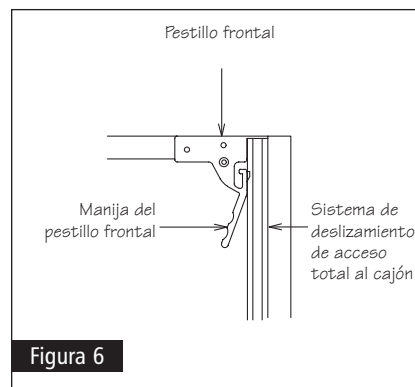

Figura 6
- Verifique que los pestillos del frente aseguren el sistema de deslizamiento (vea la figura 6). Saque el cajón completamente para confirmar lo anterior ya sea de manera visual o con el tacto. En caso de que los pestillos no hayan entrado en el sistema de deslizamiento, es posible que el cajón se salga al abrirlo, causando posibles lesiones.